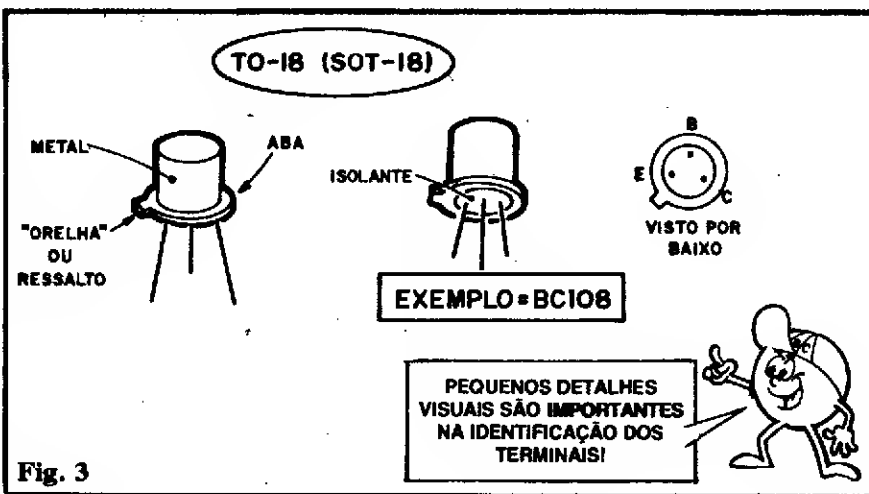

Fig. 3
- FIG. 3 - Alguns dos transistores de silício mais "antigos", incluindo-se aí muitos que devam funcionar em frequências mais altas, são encapsulados num pequeno cilindro metálico, apresentando, na sua parte inferior, uma espécie de aba, que contém ainda um pequeno ressalto ou "orelha". Trata-se do "modelo" TO-18 (também "chamado" de SOT-18). Observar que a base do componente (superfície na qual estão "encastoados" os terminais) não é, obviamente, metálica (caso contrário simplesmente colocaria "em curto" os três terminais...),